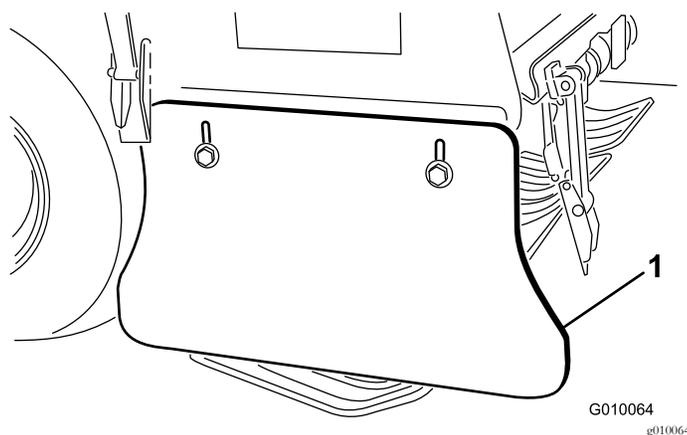

図 62
2. サイドシールドをフレームに固定しているボルトとナットをゆるめる 図 62。